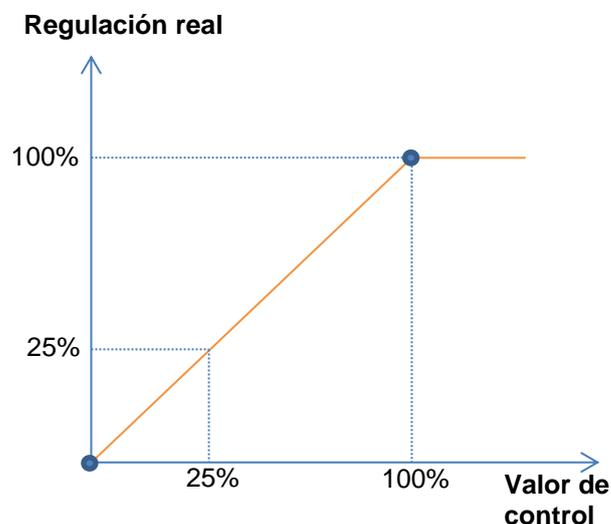
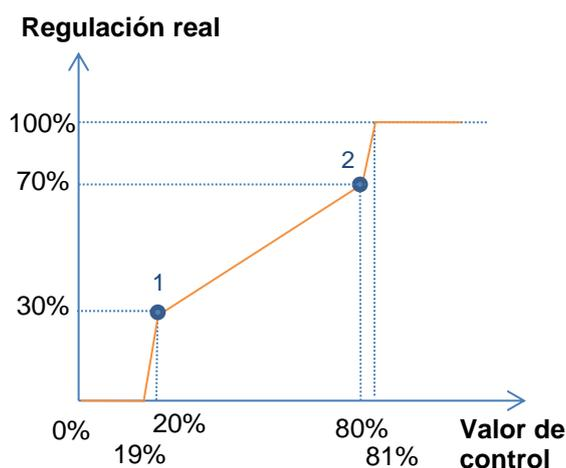

Figura 12 Curva de control por defecto.
Figura 14 Curva característica - Valores fuera de rango.
Por defecto, todos los valores de control recibidos se aplican a la válvula (mediante una señal PWM) tal y como se aprecia en la Figura 12.
En el caso en que los puntos primero y último no correspondan, respectivamente, con los valores de entrada 0% y 100% ocurrirá lo siguiente (ver Figura 12 y Figura 14):
- Para **valores de control menores al del primer punto**, el valor de regulación aplicado será 0%. Por ejemplo, en la Figura 14 cualquier valor de control inferior al 20% implica un valor de regulación del 0%.
- Para **valores de control mayores al del último punto**, el valor de regulación aplicado será 100%. Por ejemplo, en la Figura 14 cualquier valor de control superior al 80% implica un valor de regulación del 100%.